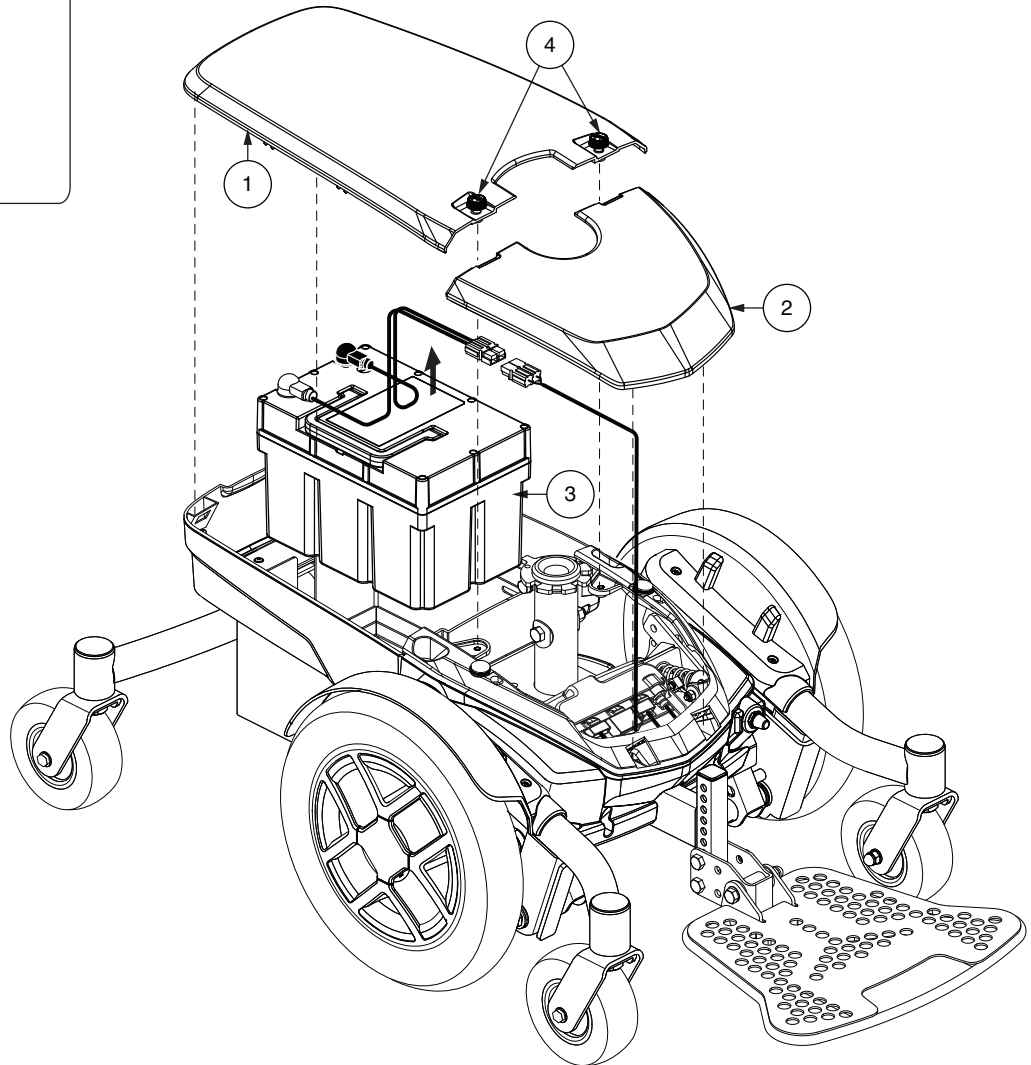

Figura 25. Instalación de batería de litio (sin el asiento para mayor claridad)
5. Si está equipado con dos (2) baterías SLA, desconecte el arnés de la batería trasera de la base de alimentación y retire la batería. Deslice la batería delantera hacia atrás, desconecte el arnés de la batería delantera de la base de alimentación y retire la batería delantera. **Ver figura 24.** Si está equipado con una batería de litio, desconecte los arneses de la batería y extráigala. **Ver figura 25.**
8. Para instalar una batería de litio nueva, coloque la batería en la base de alimentación. Asegúrese de que los terminales estén orientados hacia la parte posterior de la base de alimentación. **Ver figura 25.** Conecte el arnés de la batería trasera a la base de alimentación.